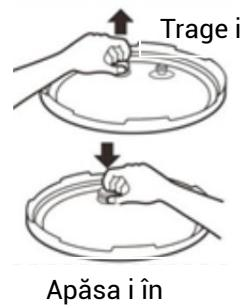

Figura 18
2. Pentru curățarea corpului exterior (13) folosi i un burete neabraziv sa o laveți umedă. Nu cufunda i NICIODATĂ corpul exterior (13) în orice lichid și nici nu turna i lichid în acesta.
3. Desprinde i vasul de condensare(12), limpezi i bine și lăsa i să se usuce. Curăța i corpul principal interior (13) și inelul superior (9) cu un burete sau laveți umedă.
4. Desprinde i supapa de presiune (3) prin prindere și tragere în sus. Limpezi i cu caldă apă și usca i.
5. Curăța i capacul (2) cu apă caldă cu detergent, inclusiv inelul de etanșare din cauciuc (18), filtru (17), supapă, supapă de sigurană (4) și lăsa i să se usuce bine.
6. Pe partea inferioară a capacului, sub supapa de presiune (3), este un filtru metalic mic (17), care poate fi desprins ușor pentru a fi curățat (Figura 18).
8. Spăla i oala interioară (6), grila (20) și capacul din sticlă durificată (21) cu ajutorul unui burete neabraziv și lăsa i să se usuce la aer liber sau folosi i un prosop. Nu se recomandă nici un fel de spălător de sârmă care ar putea zgâria suprafața a neadezivă a oalei interioare (6).
Scoateți filtrul (17) prin tragere pe verticală și curătați-l. Dacă doriți să-l fixați la loc, puneți filtrul (17) simplu și apăsați-l în jos, pentru a-l asigura (Figura 18).